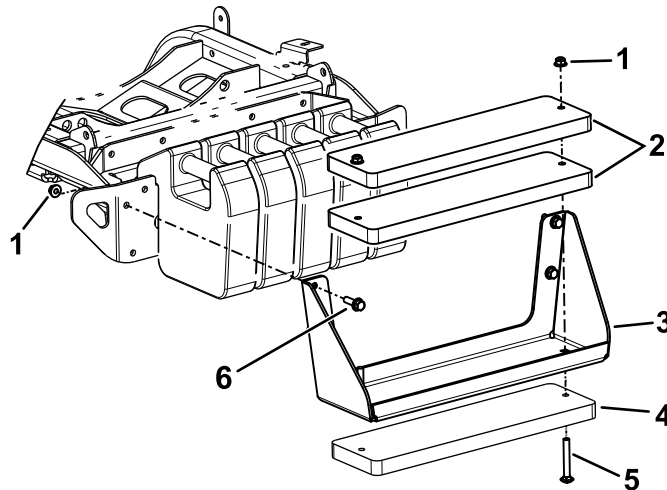

Figure 22
Remarque: Voir la procédure sous Figure 22.
- A. Utilisez les boulons ($\frac{3}{8}$ " x 4") et écrous ($\frac{3}{8}$ " pour fixer les 3 masses sur le support (Figure 22).
- B. Utilisez les boulons à tête hexagonale et les écrous (inclus dans le kit) pour fixer le support de masses sur la machine (Figure 22).
- A. Déposez le support de masses de la machine (Figure 22).
- C. Utilisez les boulons ($\frac{3}{8}$ " x 4") et écrous ($\frac{3}{8}$ " pour fixer les 3 masses sur le support (Figure 22).
- D. Utilisez les fixations retirées précédemment pour fixer le support de masses sur la machine (Figure 22).